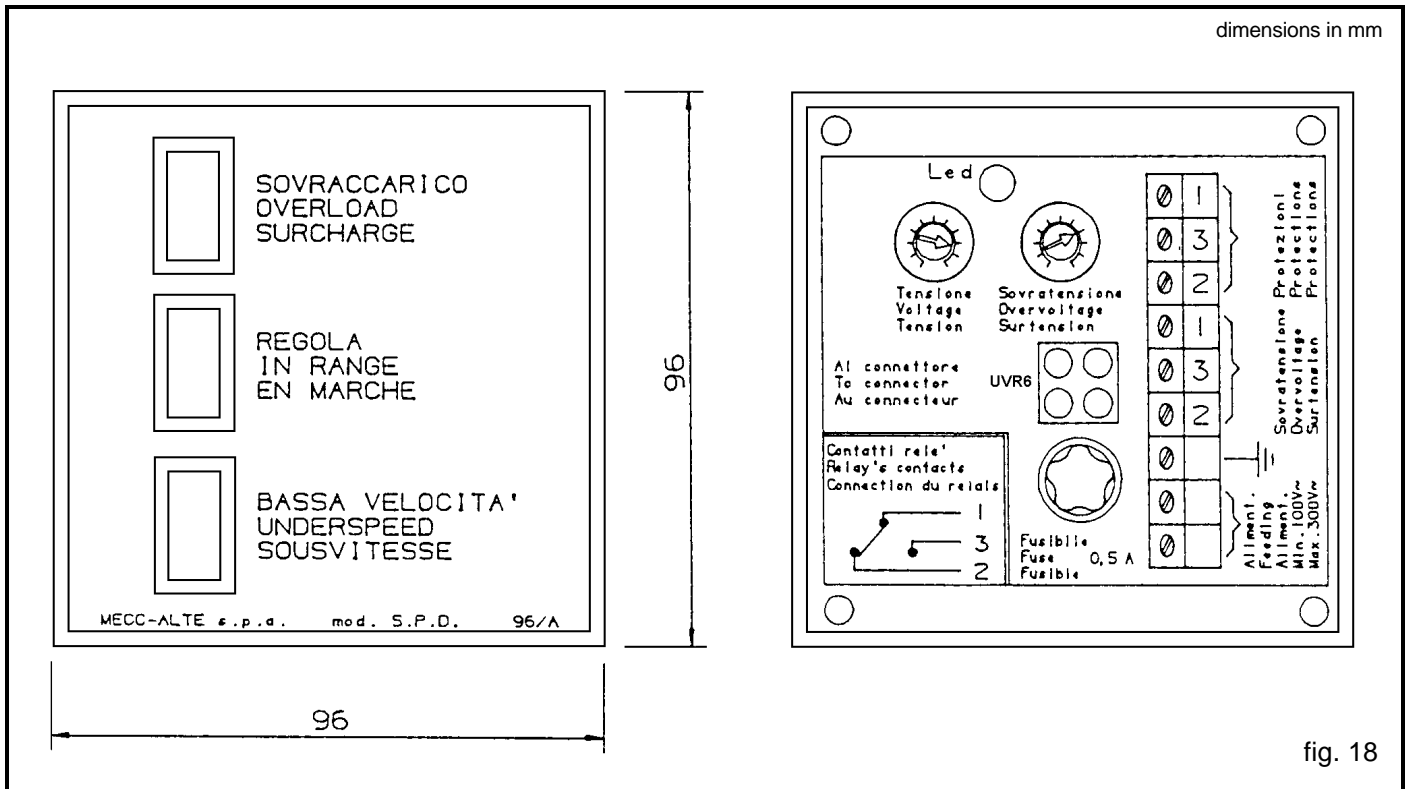

fig. 18
-) Tra i morsetti "Protezioni" (vedi fig. 18) si deve avere: contatto 1-3 = aperto, contatto 1-2 = chiuso.
-) The "Protection" terminals should be in the following state (see fig. 18): contact 1-3 = open, contact 1-2 = closed.
Tra i morsetti "Protezioni" (vedi fig. 18) si deve avere: contatto 1-3 = chiuso, contatto 1-2 = aperto.
Tra i morsetti "Protezioni" (vedi fig. 18) si deve avere: contatto 1-3 = chiuso, contatto 1-2 = aperto
-) Ruotare entrambi i trimmer dell'SPD96/A in senso antiorario; il led rosso posto sopra i due trimmer deve essere spento e tra i morsetti "Sovratensione" si deve avere: contatto 1-3 = aperto, contatto 1-2 = chiuso (vedi fig. 18).
The "Protection" terminals should be in the following state (see fig. 18): contact 1-3 = closed, contact 1-2 = open.
-) Turn both the SPD96/A trimmers anticlockwise; the red LED positioned above the two trimmers should be off and the "Overvoltage" terminals should be in the following state: contact 1-3 open, contact 1-2 closed (see fig. 18).
zione del contatto "Sovratensione" (vedi fig. 18): con-
"Overvoltage" contact (see fig. 18): contact 1-3 closed,